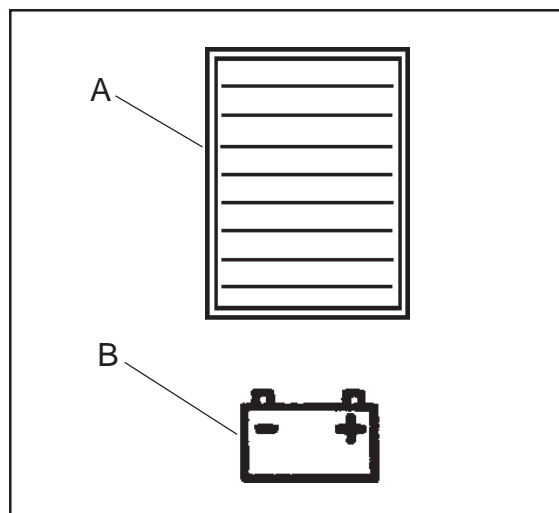

Figura 7
El medidor de carga de la batería (consulte la figura 7) del panel de control tiene una lectura digital con 10 posiciones fijas (A) y además un indicador parpadeante (B). Las barras que aparecen en la pantalla indican el nivel de carga aproximado con el ícono (parpadeante) de batería a descargada.